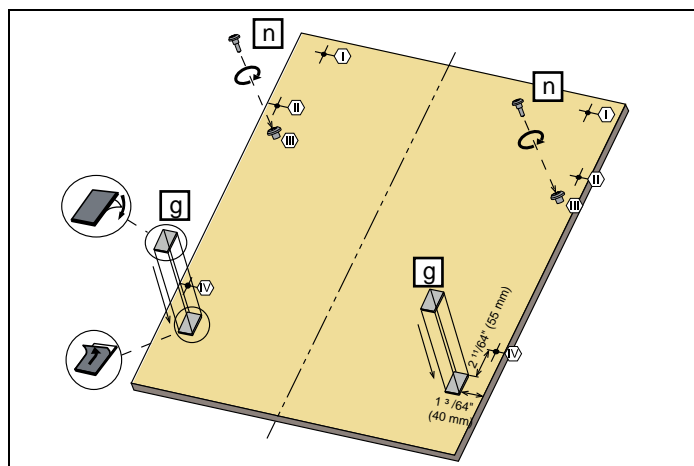

Fig. 25
- 4) Comme illustré dans la Fig. 25, des bandes de fixation de porte en bois sont installées dans les positions indiquées sur la figure.